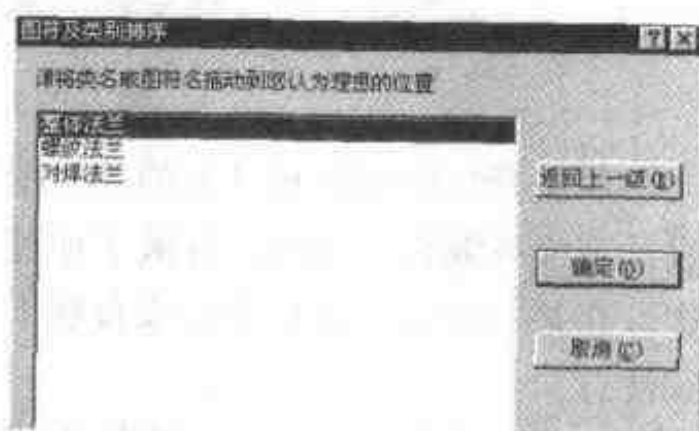

图 1.38 图符排序对话框
- **【图符排序(R)】** 用来将图符大类、图符小类以及任一图库文件中的各个图符按自己的意愿排列顺序,以便将用户最常用到的类别和图符排到前面,方便了图符的提取,如图 1.38 所示。